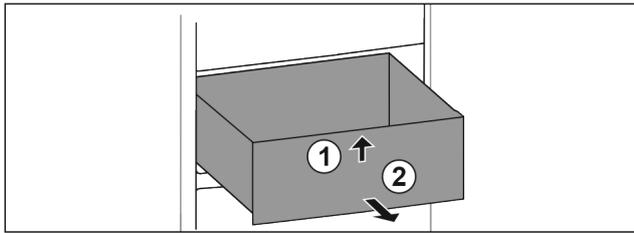

Fig. 69
- ▶ Podignite ladicu srijeda. Fig. 69 (1)
- ▶ Izvadite ladicu prema naprijed. Fig. 69 (2)